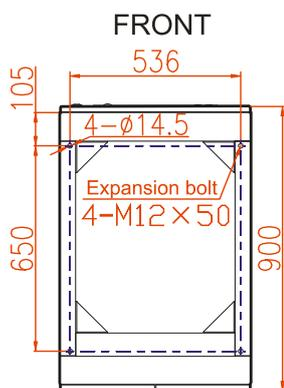
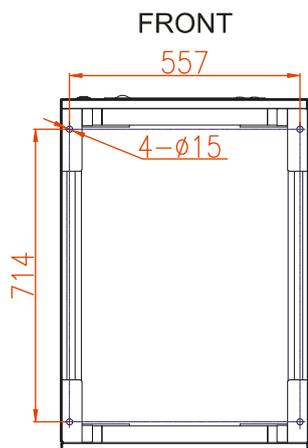
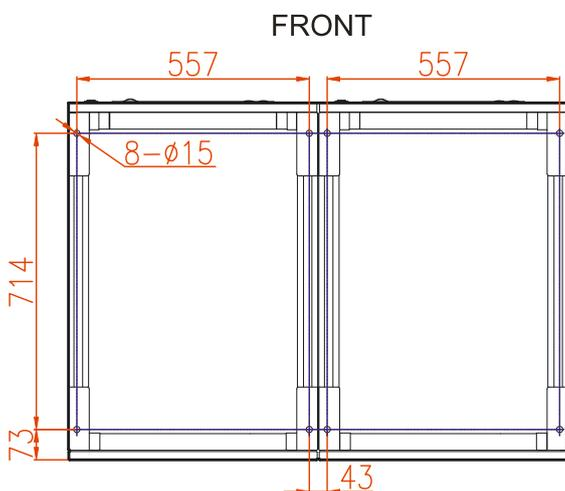

Рис. 3.11 Нижний размер для MR33125 (вид снизу) (мм)
Рис. 3.12 Нижний размер для MR33200, MR33300 (вид снизу) (мм)
Рис. 3.13 Нижний размер для MR33400, MR33500, MR33600 (вид снизу) (мм)
- Просверлите 4 отверстия в полу (они должны быть диаметром $\phi 13$) с помощью перфоратора в соответствии с размерами основания (как показано на Рис. 3.11, Рис. 3.12 и Рис. 3.13).